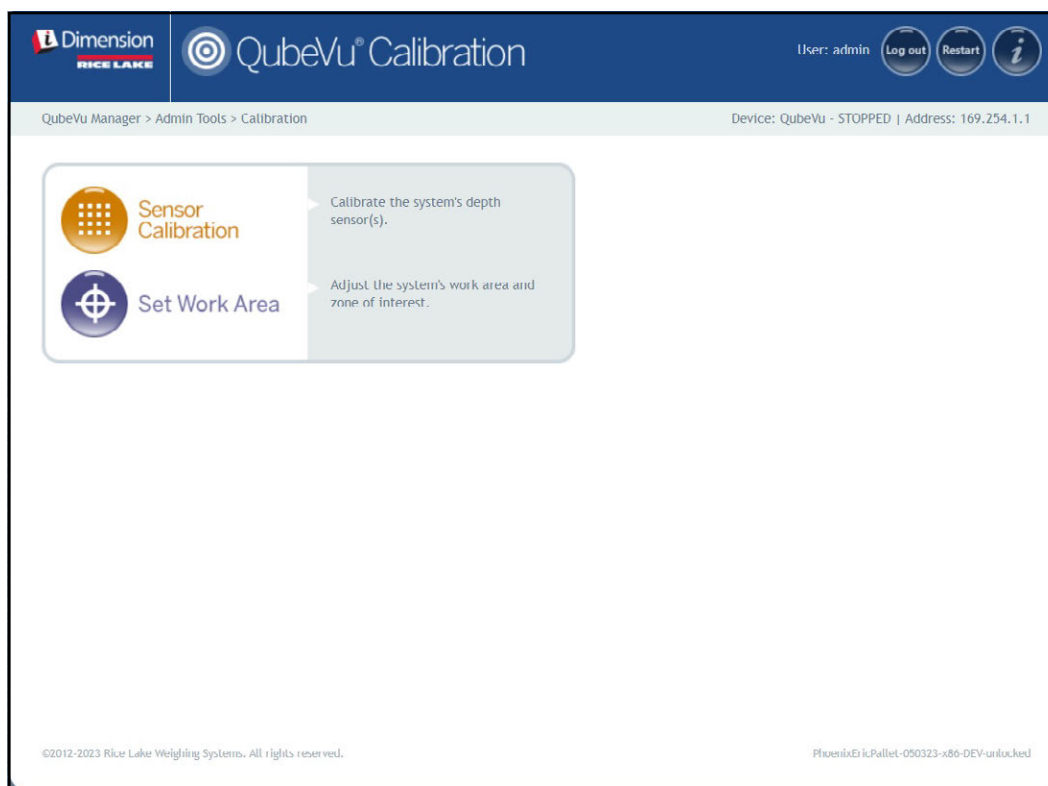

Figura 6-2. Menú de calibración
1. Seleccione  **Sensor Calibration** en el menú **Calibration** (Calibración) (Figura 6-2 en la página 45). Aparece el menú **Sensor Calibration** (Calibración de sensores).
1. Seleccione  **Sensor Calibration** en el menú **Calibration** (Calibración) (Figura 6-2 en la página 45). Aparecerá el menú **Remote Sensors Calibration** (Calibración de sensores remotos).